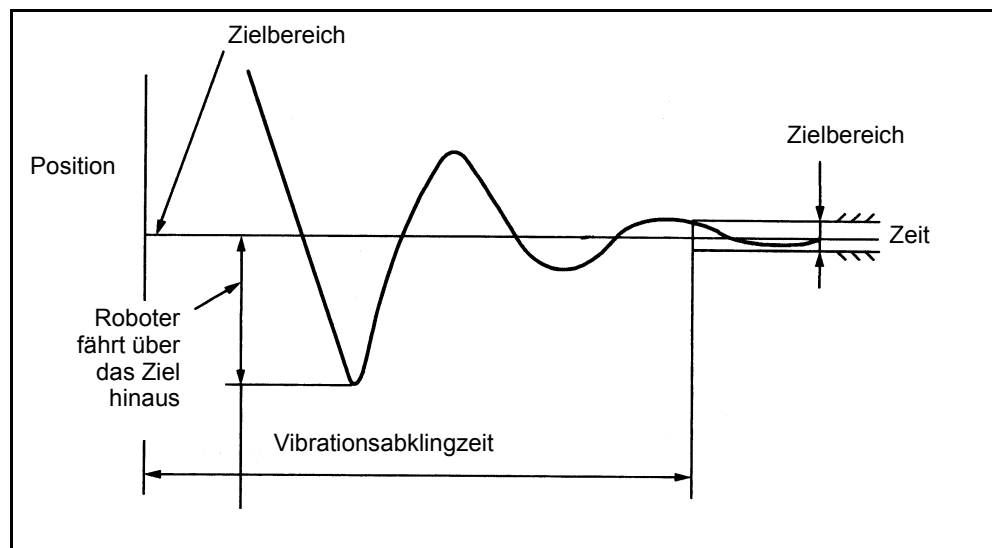

Abbildung 1-26 Vibrationsabklingzeit
3. Nachdem der Roboter sich auf den Ziel-Positionierungspunkt zu- und daran vorbei bewegt hat, klingt die Vibration ab, und der Roboter wird auf den Ziel-Positionierungspunkt positioniert, wie in Abbildung 1-26 dargestellt. Diese Zeit bis zum Abklingen der Vibration wird in der Grafik nicht berücksichtigt.